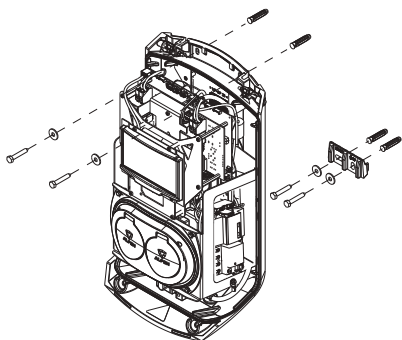

Figura 3: Montaggio a parete
5. Fissare l'involucro sul lato superiore con due viti nella giusta posizione (vedi figura 3).
9. Posizionare il sezionatore in posizione I (ON). Se necessario, utilizzare una chiave speciale per semplificare l'avvitamento.
11. Utilizzare un cacciavite Torx T25 per serrare le due viti sul lato superiore dell'unità (figura 3).